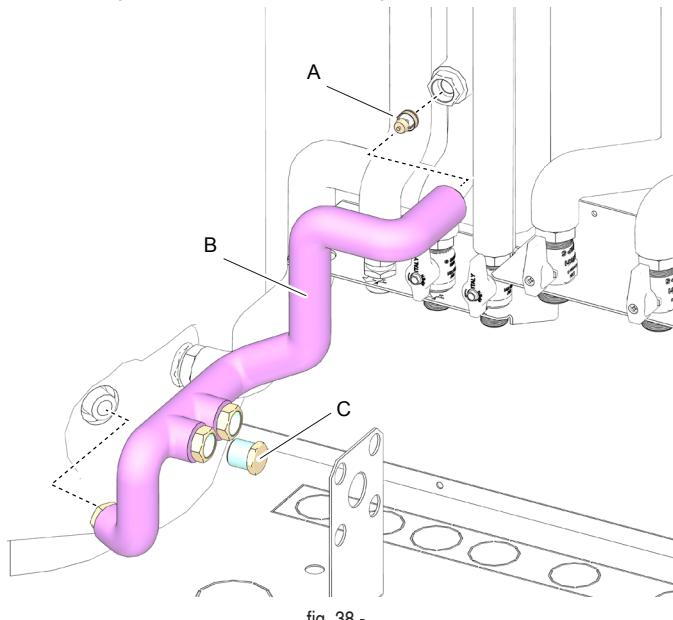
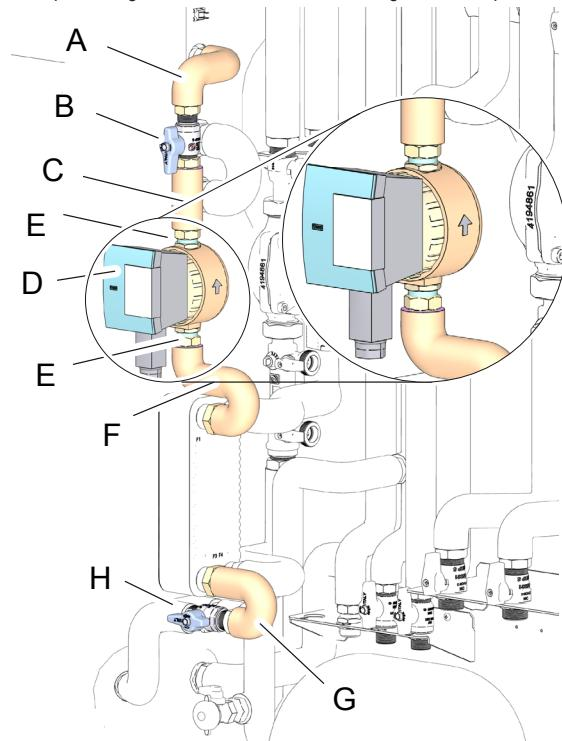

fig. 38 -
fig. 51 -
Montare la valvola di non ritorno (part. A "fig. 38 -"), montare tubazione 3841T910 (part. B "fig. 38 -") avendo cura di premontare il tappo (part. C "fig. 38 -"). Per ciascun punto di giunzione aver cura di inserire guarnizione piana.
- tubazione cod. 3841T260 (part. A "fig. 51 -")
- rubinetto intercettazione M/M (part. B "fig. 51 -")
- tubazione cod. 3841T270 (part. C "fig. 51 -")
- circolatore ACS STAR-Z NOVA (part. D "fig. 51 -"), avendo cura di montarlo con la freccia stampata sul corpo pompa rivolta in alto
- nippali di giunzione (part. E "fig. 51 -")
- tubazione cod. 3841T280 (part. F "fig. 51 -")
- tubazione cod. 3841T290 (part. G "fig. 51 -")
- rubinetto M/M (part. H "fig. 51 -") avendo cura di smontare il tappo premontato (vedi "fig. 38 -" a pagina 20).